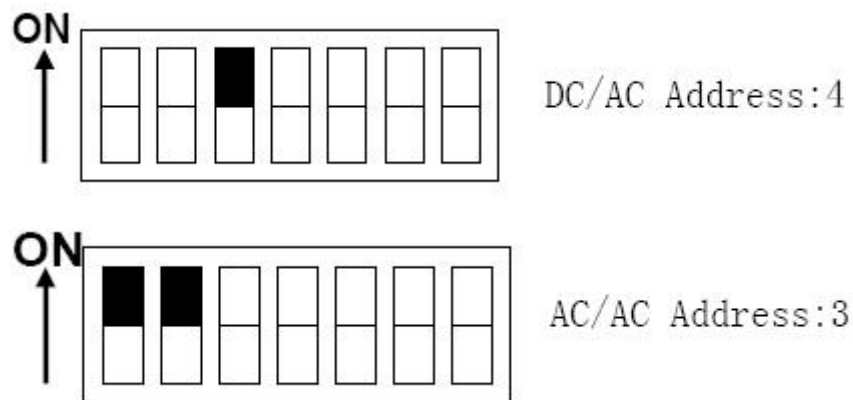

图 6.9 S120 地址设置开关
- 通过 CU 控制单元上的拨码开关实现地址设置，有效地址值为：1…126，本例中地址设置如图 6.9 所示。（注意：每次修改后需断电，再上电才有效。）